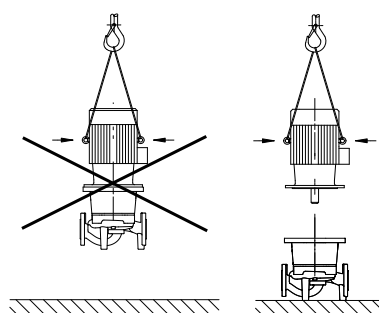

Fig. 14 : Transport du moteur
- **N'utiliser les œillets de levage que pour le transport du moteur et non de la pompe complète (fig. 14).**